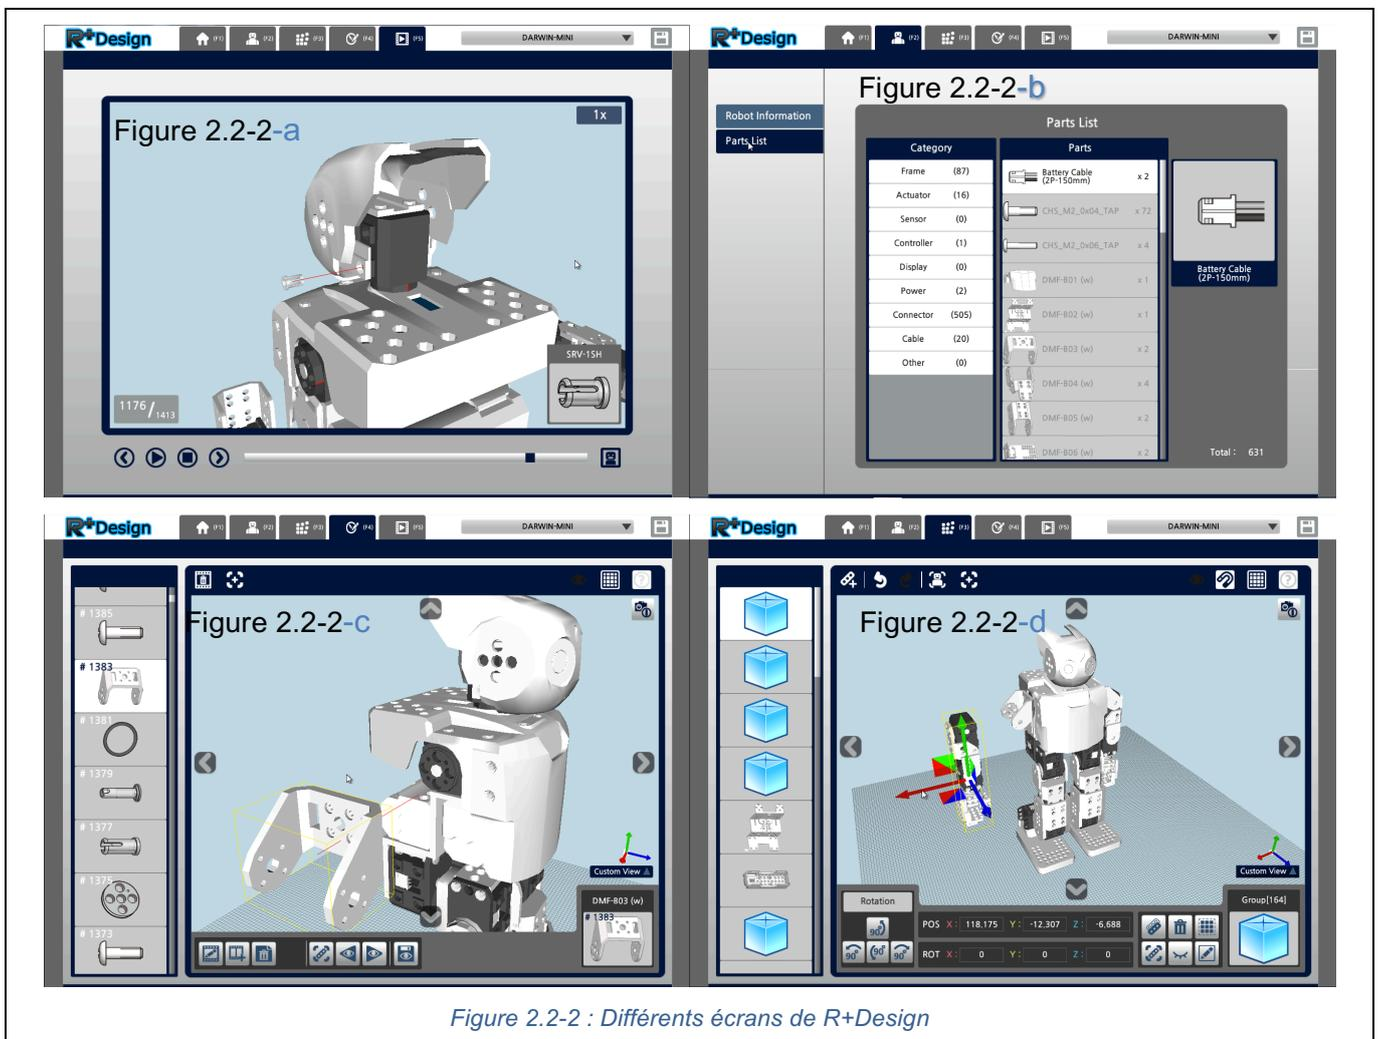

Figure 2.2-2 : Différents écrans de R+Design
- ✓ dérouler le film de l'assemblage initial du robot (Figure 2.2-2-a) ;
- ✓ visualiser la nomenclature complète des constituants (Figure 2.2-2-b);
- ✓ visualiser ses composants (Figure 2.2-2-c);
- ✓ créer des éclatés (Figure 2.2-2-d);
- ✓ **créer, charger, modifier** ou **sauvegarder** des projets de mouvements et **gérer** les servomoteurs (Figure 2.2-2-a) ;
- ✓ **Piloter** en direct des mouvements sur un ou plusieurs servomoteurs (Figure 2.2-2-b) ;
- ✓ **créer, charger, modifier** ou **sauvegarder** des mouvements élémentaires (motion unit) et les **exécuter** (Figure 2.2-2-c) ;
- ✓ **créer, charger, modifier** ou **sauvegarder** des mouvements et des groupes de mouvements et les **exécuter** (Figure 2.2-2-d).